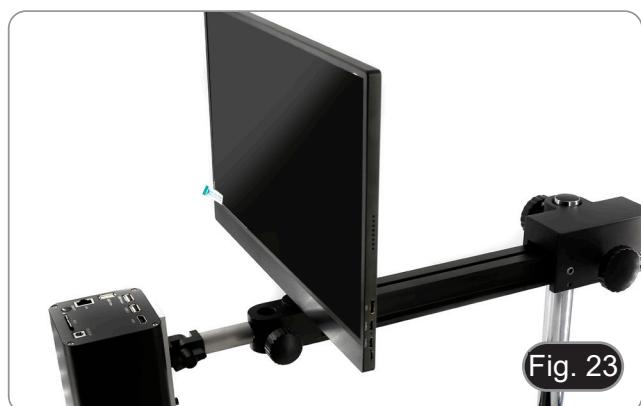

Fig. 23
2. Der Arm kann je nach Bedarf verlängert oder verkürzt werden. (Fig. 23)